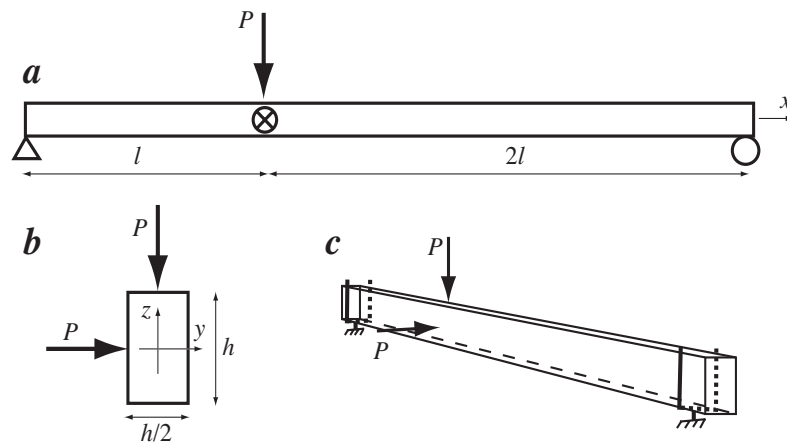

FIG. 4 Fritt upplagd balk belastad med en vertikal och en horisontell last
4. Den fritt upplagda balken i Fig. 4 har ett rektangulärt tvärsnitt och belastas med en vertikal och en horisontell last (båda med magnituden P) i en sektion enligt Fig. 4. Beräkna största böjnormalspänningen i balken! (3p)